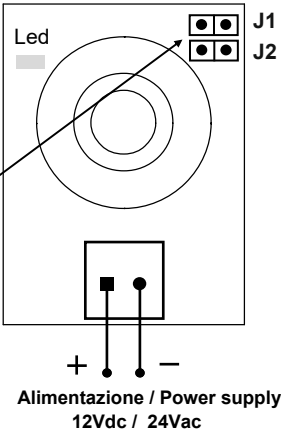

FIG. 1
- b) Select the channel to be used by means of jumper as per table 1 and figure 1;
- b) Sélectionner le canal que vous souhaitez utiliser avec le Jumper, selon le tableau 1 et figure 1;